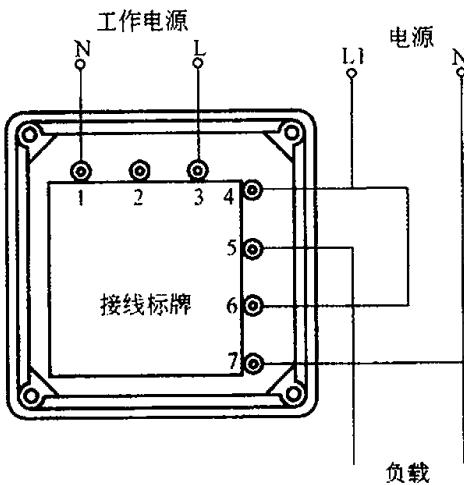

图 82 SHD135 I 数字单相功率因数表接线图
82. SHD135 I 数字单相功率因数表接线图（见图 82）